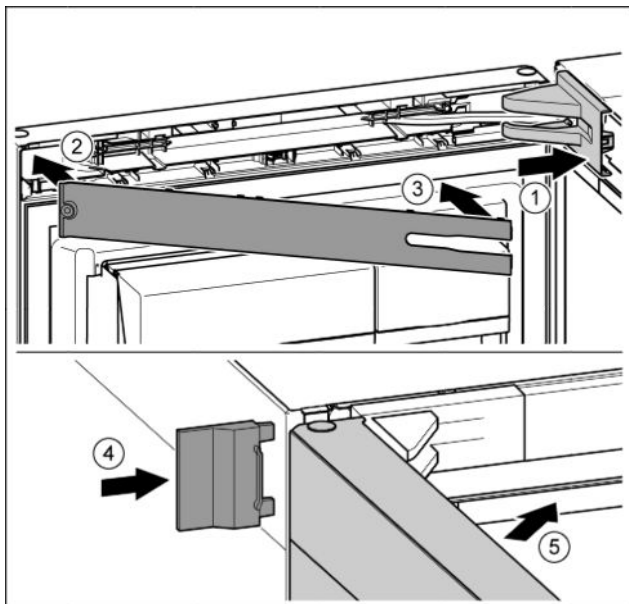

Fig. 46
- ▶ Nasaďte a zaklapněte kryt stojanu ložiska, příp. opatrně přitlačte od sebe. Fig. 46 (1)
- ▶ Nasaďte záslepku. Fig. 46 (2)
- ▶ Záslepku sklopte a zaklapněte. Fig. 46 (3)
- ▶ Vnější kryt nasuňte. Fig. 46 (4)
- ▶ Zavřete horní dveře. Fig. 46 (5)